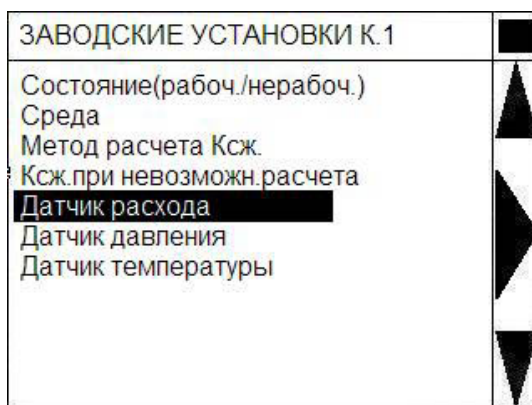

Рис.23 – Меню «Заводские установки канала»
3.4.8.3 Выбрав любую строку в меню «Заводские установки» можно посмотреть их значения для конкретного канала (рис.23). Для того чтобы изменить параметры нужно предварительно ввести пароль изготовителя.